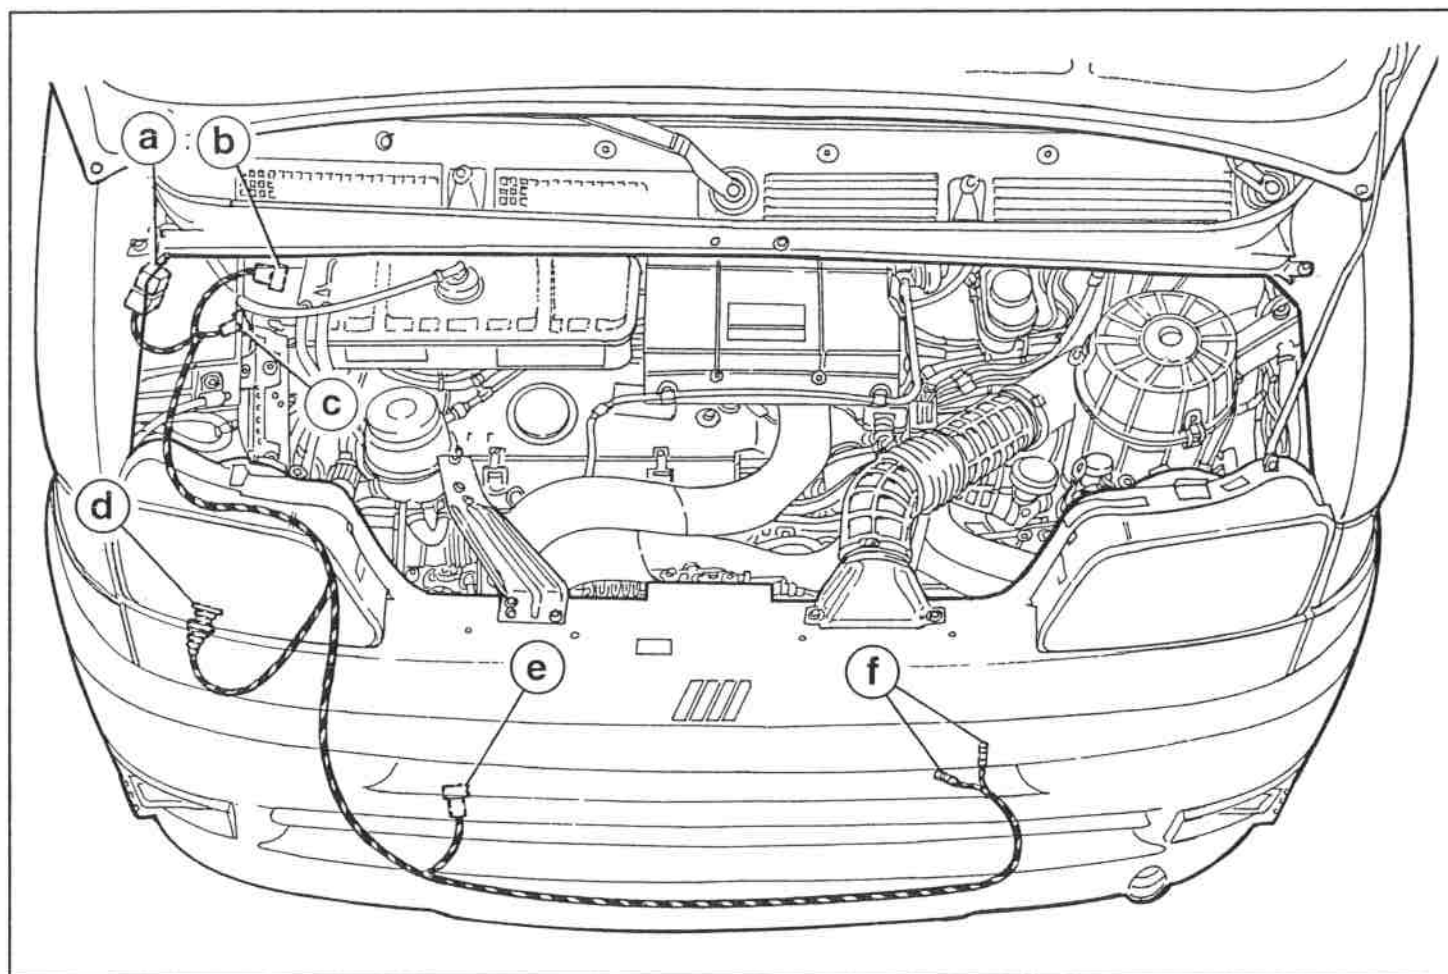

FIG. 58
- I** Particolare allacciamento cavi originali «AZZURRO» e «BLEU-NERO» del bulbo termostatico «B» del radiatore ai cavi «AZZURRO» e «BLEU-NERO» dell'impianto elettrico fornito (51) ottenuto mediante utilizzo di giunzioni Raychem fornite «53» (riferimento alle pos. «f» di fig. 58 ed alle pos. 23-24 dello schema elettrico).
- F** Détail du branchement des câbles originaux «BLEU CIEL» et «BLEU-NOIR» du bulbe thermostatique «B» du radiateur aux câbles «BLEU CIEL» et «BLEU-NOIR» de l'installation électrique fournie (51) obtenu en utilisant les connexions Raychem fournies «53» (Référence aux pos. «f» de la fig. 58 et aux pos. 23-24 du schéma électrique).
- GB** Detail of how the original «LIGHT BLUE» and «BLUE-BLACK» radiator heat shield «B» wires are hooked up to the «LIGHT BLUE» and «BLUE-BLACK» wires of the supplied electrical system (51). Use the supplied Raychem connector «53» (see pos. «f» in Fig. 58 and pos. 23-24 in the enclosed wiring diagram).
- D** Teilansicht des Anschlusses der Original-Kabel «HELLBLAU» und «BLAU-SCHWARZ» des Thermostatschalters «B» des Kühlers an den Kabeln «HELLBLAU» und «BLAU-SCHWARZ» der gelieferten elektrischen Anlage (51) unter Verwendung der Raychem Verbindungen «53» (Betreff Pos. «f» der Abb. 58 und Pos. 23-24 des Schaltschemas.)
- E** Particular empalme cables originales «AZUL» y «TURQUI-NEGRO» del bulbo termostático «B» del radiador a los cables «AZUL» y «TURQUI-NEGRO» de la instalación eléctrica abastecida (51) obtenida mediante el uso de juntas Raychem abastecidas «53» (referencia a la pos. «f» de fig. 58 y a las pos. 23-24 del esquema eléctrico).